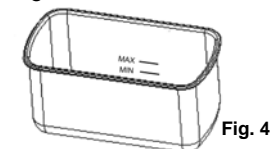

Fig. 4
1. Remplir le réservoir avec de l'huile à cuisson en vous assurant que la quantité se situe entre les lignes « Min » et « Max » du contenant d'huile. **Il ne doit pas manquer ou y avoir trop d'huile.** Les niveaux d'huile doivent être maintenus entre les niveaux minimum (2 litres) et maximum (3 litres), gravés à l'intérieur du contenant d'huile. (Fig. 4)